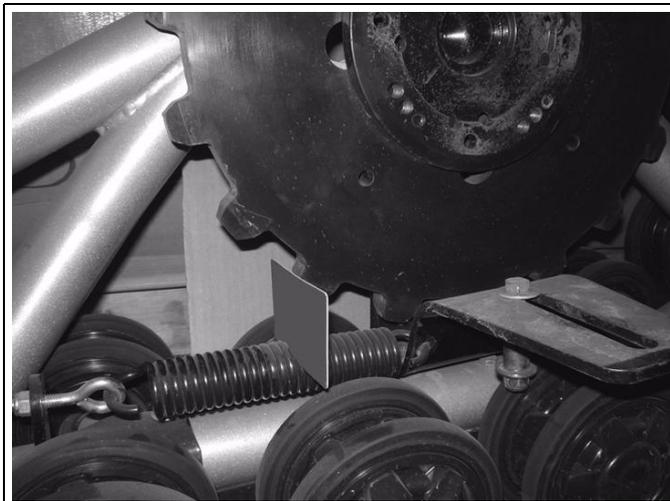

Figure 4
- Installer le ressort d'extension avec le boulon à oeil fournis et ajuster la tension jusqu'à ce qu'on puisse insérer une carte de plastique d'une épaisseur de 1mm (1/32 po) entre les boudins du ressort. Voir la Figure 4.